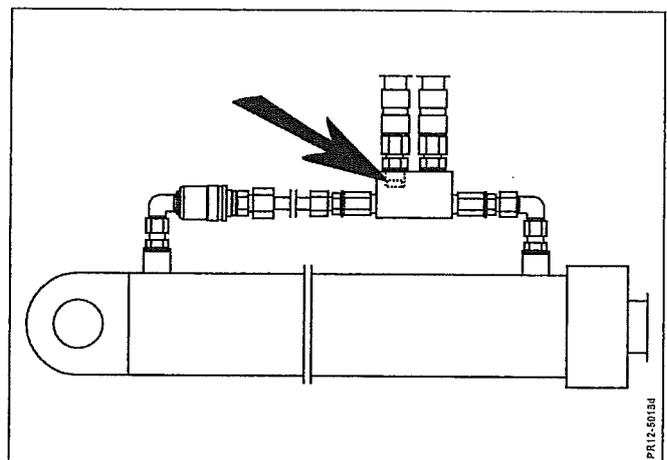

Fig. 3-11
**Fig. 3-11:** Pour éviter les accidents, un limiteur de débit a été monté pour réduire la vitesse des mouvements. Régler le débit hydraulique du tracteur à la valeur minimum.